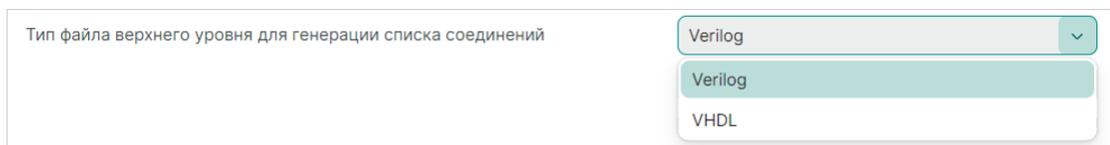

Рис. 105 Выбор формата файла для генерации списка соединений из схемы
- «Тип файла верхнего уровня для генерации списка соединений» – выбор формата файла для генерации списка соединений из схемы, см. Рис. 105.